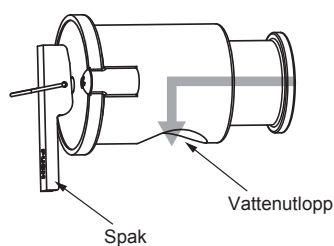

Fig. 4-2
4.4. Delar som kräver regelbunden inspektion (Fig. 4-2)